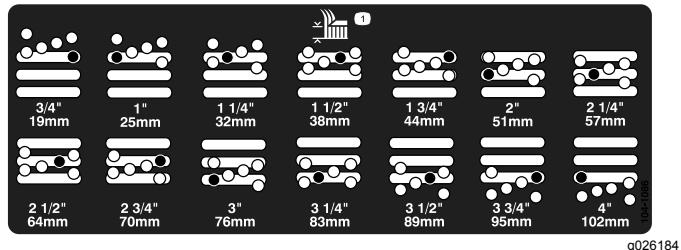

図 20
5. 希望の刈り高にチェンバを合わせ、その刈り高の穴とスロットにスペーサを通す図20。